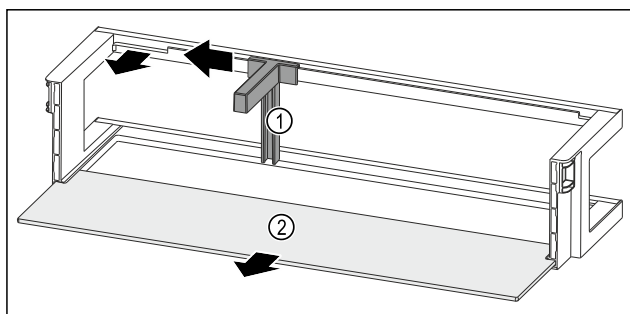

Fig. 249 Дверная полка с держателем для бутылок и съемной полкой
- ▶ Сместите держатель для бутылок Fig. 249 (1) до выемки в сторону.
- ▶ Извлеките держатель для бутылок Fig. 249 (1).
- ▶ Извлеките съемную полку Fig. 249 (2).